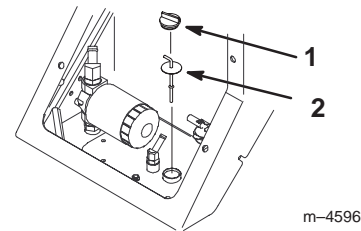

Bild 9
5. Reinigen Sie den Bereich rund um den Füllstutzen des Hydraulikölbehälters (Bild 9).
6. Entfernen Sie den Deckel vom Füllstutzen und überprüfen Sie den Ölstand auf dem Peilstab (Bild 9).